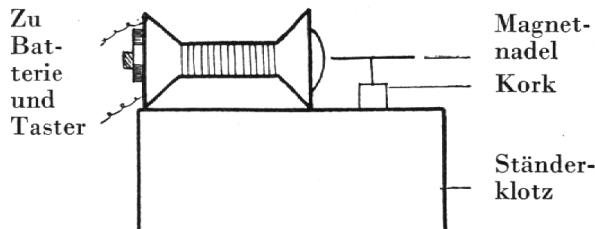

Abb. 35
*Versuch b)* Statt des Naturmagneten benützen wir den Elektromagneten. Siehe Abb. 35!